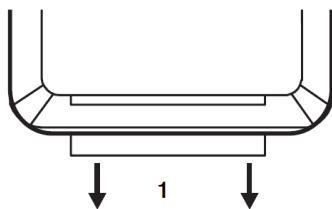

Figura 1
1. Antes de utilizar o telecomando, retire a folha de isolamento de plástico do telecomando, puxando-a na direção da seta. (ver Figura 1)